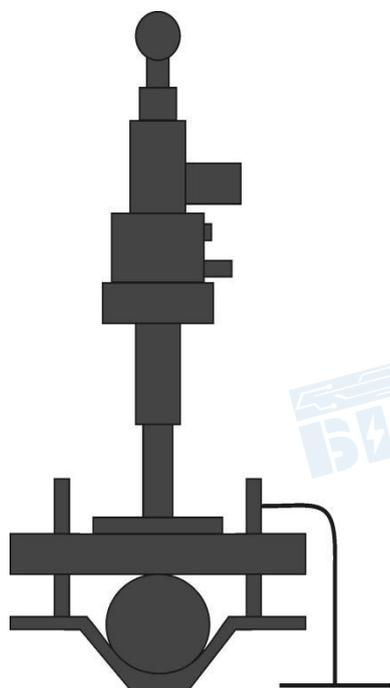

图 1
3. 最好用手摸出电缆的各相位置, 然后选择枪口对准电缆某相的正上方 (最高点) 夹紧 (图 1);